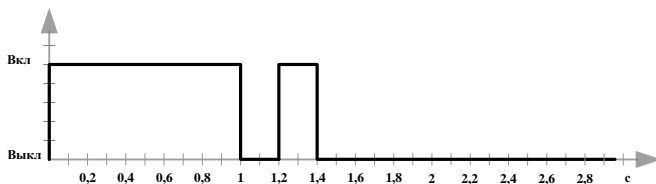

Рис. 2. Индикация ввода сервисного кода пользователей
- ✓ для сервисного кода пользователей – светодиод мигнёт 2 раза (рис. 2);
2. Ввод символа "\*" (звёздочка) для подтверждения окончания ввода кода. Светодиод мигнёт 2 раза (рис. 2).